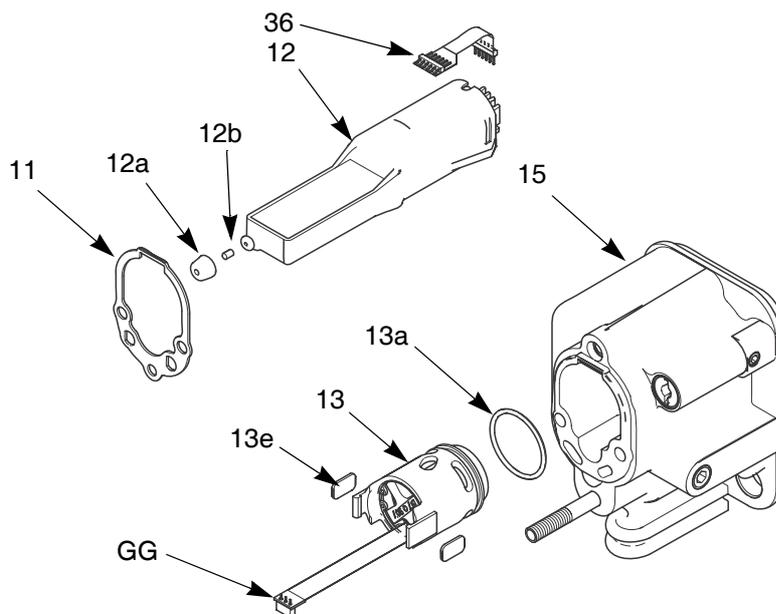

ABB. 32. Hochspannungserzeuger
3. Halten Sie den Hochspannungserzeuger (12) mit einer Hand fest. Lösen Sie den Hochspannungserzeuger/Generator mit einer leichten Hin- und Herbewegung vom Pistolengehäuse (15) und ziehen Sie ihn dann gerade heraus. Nehmen Sie die flexible Schaltung (36) von der Buchse an der Oberseite des Pistolengehäuses (15). Siehe ABB. 32.
4. Ziehen Sie den dreipoligen Stecker (GG) vom Hochspannungserzeuger ab. Schieben Sie den Wechselstromgenerator nach oben und nehmen Sie ihn vom Hochspannungserzeuger ab. Überprüfen Sie Hochspannungserzeuger und Wechselstromgenerator auf Schäden. Trennen Sie die 6-polige flexible Schaltung (36) vom Hochspannungserzeuger.
6. Schließen Sie die 6-polige flexible Schaltung (36) am Hochspannungserzeuger an.
7. Schließen Sie den dreipoligen Stecker (GG) an. Schieben Sie den Wechselstromgenerator (13) auf den Hochspannungserzeuger (12).
10. Stecken Sie den Hochspannungserzeuger/Generator in das Pistolengehäuse (15). Achten Sie darauf, dass die Massebänder den Pistolenkörper berühren. Schließen Sie die flexible Schaltung (36) an der Buchse oben am Pistolengehäuse an. Drücken Sie den 6-poligen Stecker fest in die Buchse.
11. Installieren Sie den Pistolenkörper (9), Seite 37.